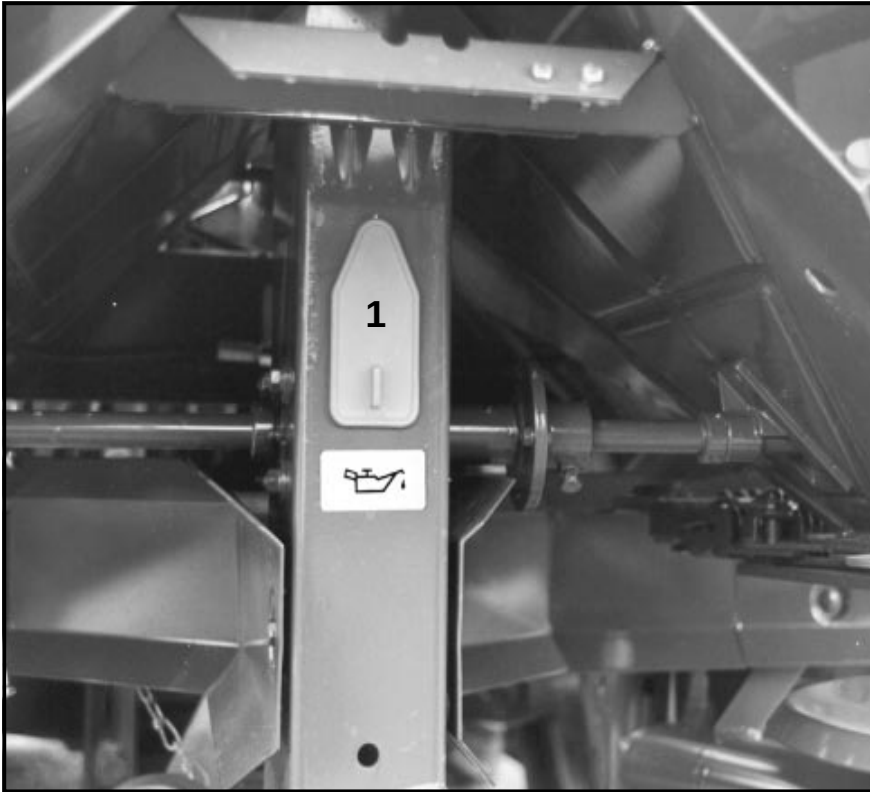

Fig. 9.1
2. Oczyszczyć i nasmarować przekładnię łańcuchową mieszadła (rys. 9.1/1).